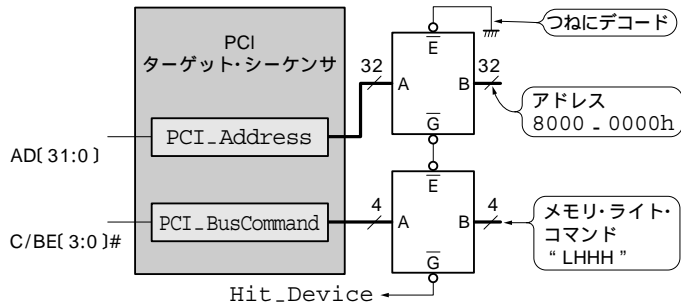

図11
- の二つの条件が成立するかどうかをつねに調べています。このソースは、回路的には図11のようになります。つまり、ターゲット・シーケンサのBUS_IDLE状態でアドレスとバス・コマンドを取り込むと、その値がそのままこのアドレス・デコード回路に入力されます。回路図を見てわかるように、クロック同期でも順序回路でもない組み合わせ回路です。ゲート遅延時間後にはデコード結果であるHit_Device信号が出力されます。